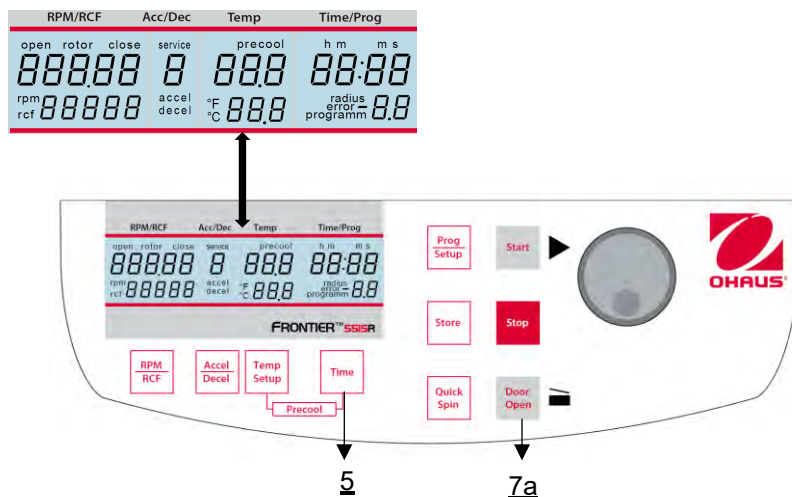

Figure 29
Ouvrir le couvercle de la centrifugeuse et couper l'interrupteur principal. Rallumez ensuite l'interrupteur principal. Pendant environ 3 secondes, le nom du modèle s'affiche à l'écran ainsi que la version actuelle du logiciel. Pendant ce temps, appuyez simultanément sur les touches **"Time"** (5) et **"Door Open"** (7a). Un test d'affichage est alors effectué pendant environ 3 secondes. Tous les indicateurs s'affichent en même temps (voir figure 29).